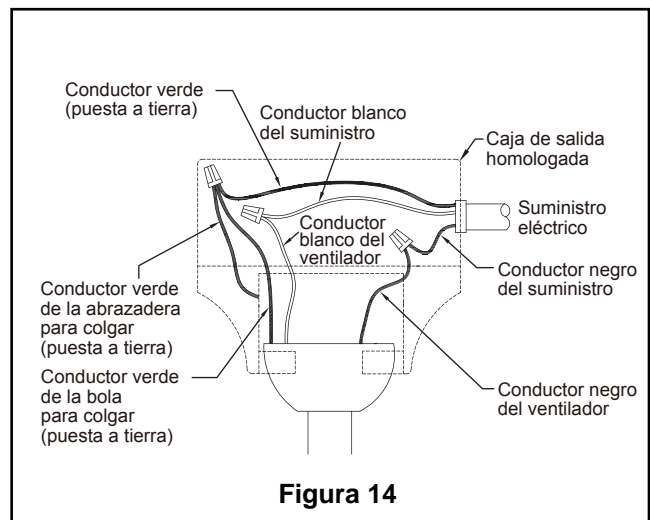

Figura 14
1. Conecte el conductor verde con conexión a tierra de la bola para colgar y el conductor verde con conexión a tierra de la abrazadera para colgar al conductor de suministro con conexión a tierra (posiblemente un conductor desnudo o un cable con aislante verde). Conecte los cables a los conectores provistos de forma segura. Conecte el conductor blanco del motor del ventilador al conductor blanco (neutro) mediante el conector provisto de forma segura. Conecte el conductor negro del motor del ventilador y el conector azul al conductor negro mediante el conector provisto de forma segura. (Figura. 14)